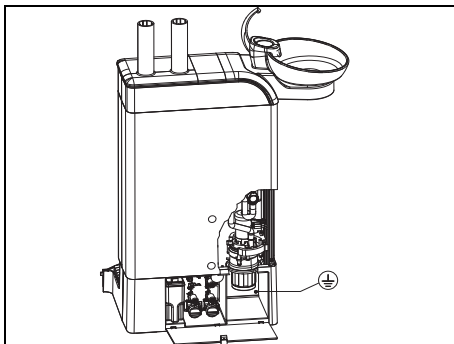

Bild 3-8 Messpunkt Wassereinheit
- Schraube hinter Amalgamabscheiderrotor (Deckel öffnen, Bild 3-8)